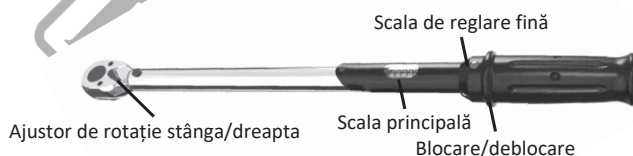

Fig. 1
- Cheia dinamometrică este acum setată la 60 Nm (Fig. 1).